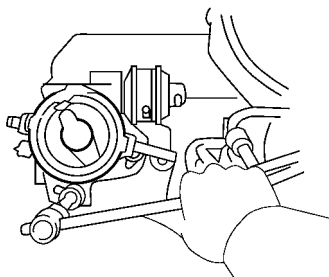

图 5-33 装入分电器
2) 装入分电器, 并使法兰的中心与气缸盖上的螺栓孔的中心对准, 轻轻地旋紧压紧螺栓, 如图 5-33 所示。